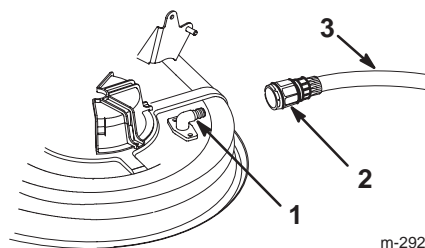

Figure 52
5. Vissez le raccord de lavage (non fourni) à l'embout de lavage du carter de tondeuse, et ouvrez l'eau en grand (Fig. 52).